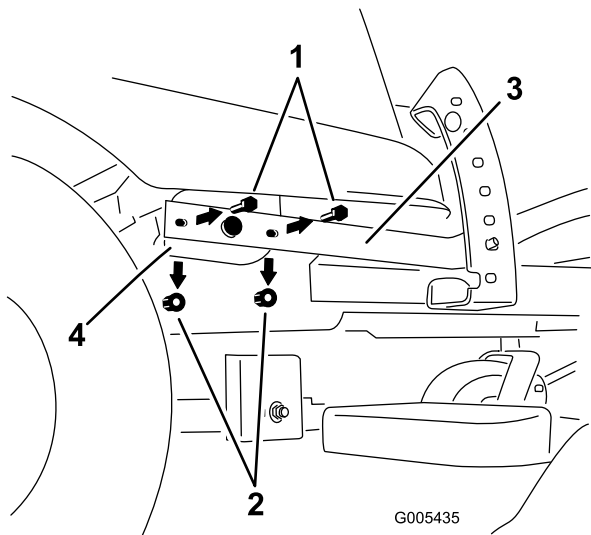

Bild 2
1. Ermitteln Sie unter der rechten Gondel den Hubarm und Hubhebel (Bild 2).
2. Entfernen Sie die Befestigungen, mit denen der Hubarm an der Vorderseite des Hubhebels befestigt ist (Bild 2). Bewahren Sie die Befestigungen auf.